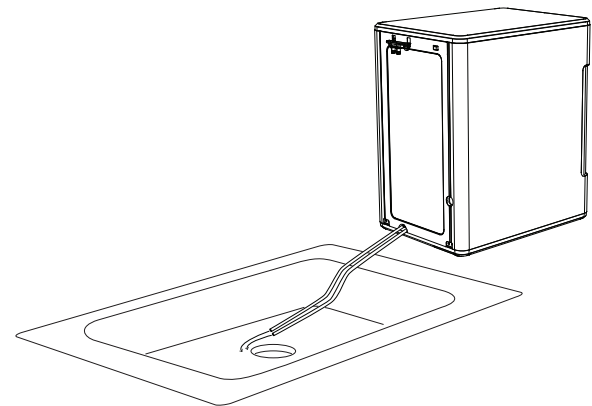

Figura 6
11. Luego colóquelos para que se escurran en un fregadero o cubeta que esté por debajo del nivel de la máquina de hielo. Ver figura 6 y 7.